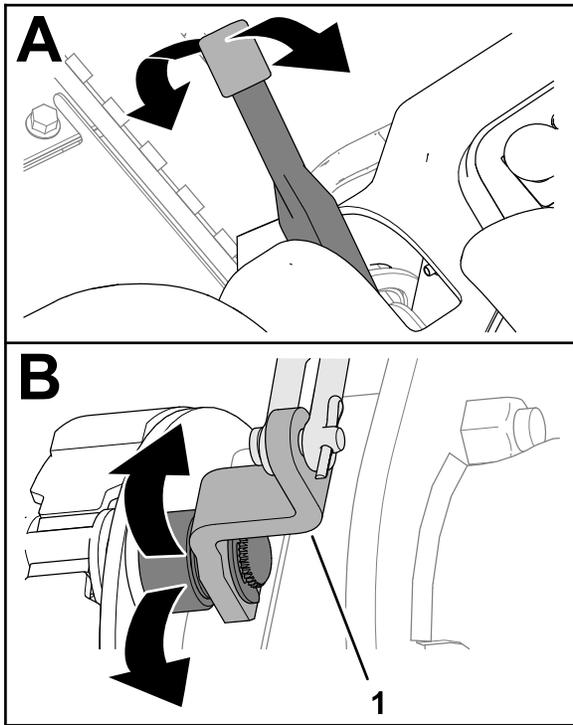

图 71
2. 上下移动手刹操纵杆以检查制动凸轮杆的杆是否可以自由移动图 71。